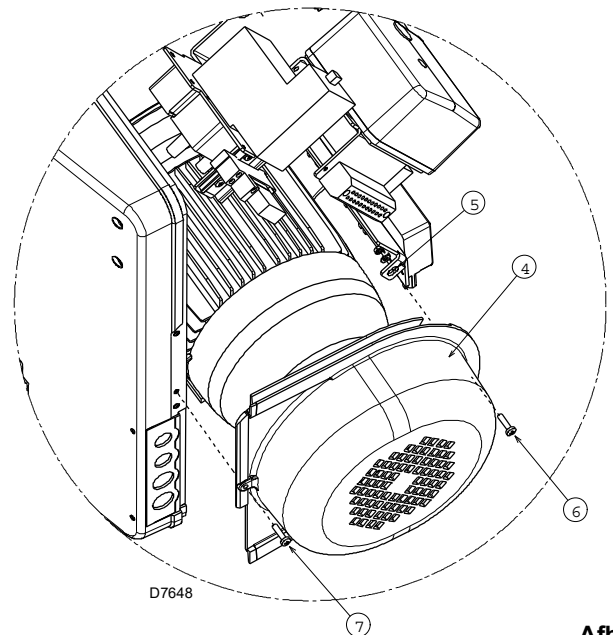

Afb. 7
- De brander is voorzien om uitsluitend in de posities **1, 2, 3 en 4** (Afb. 7) te werken.